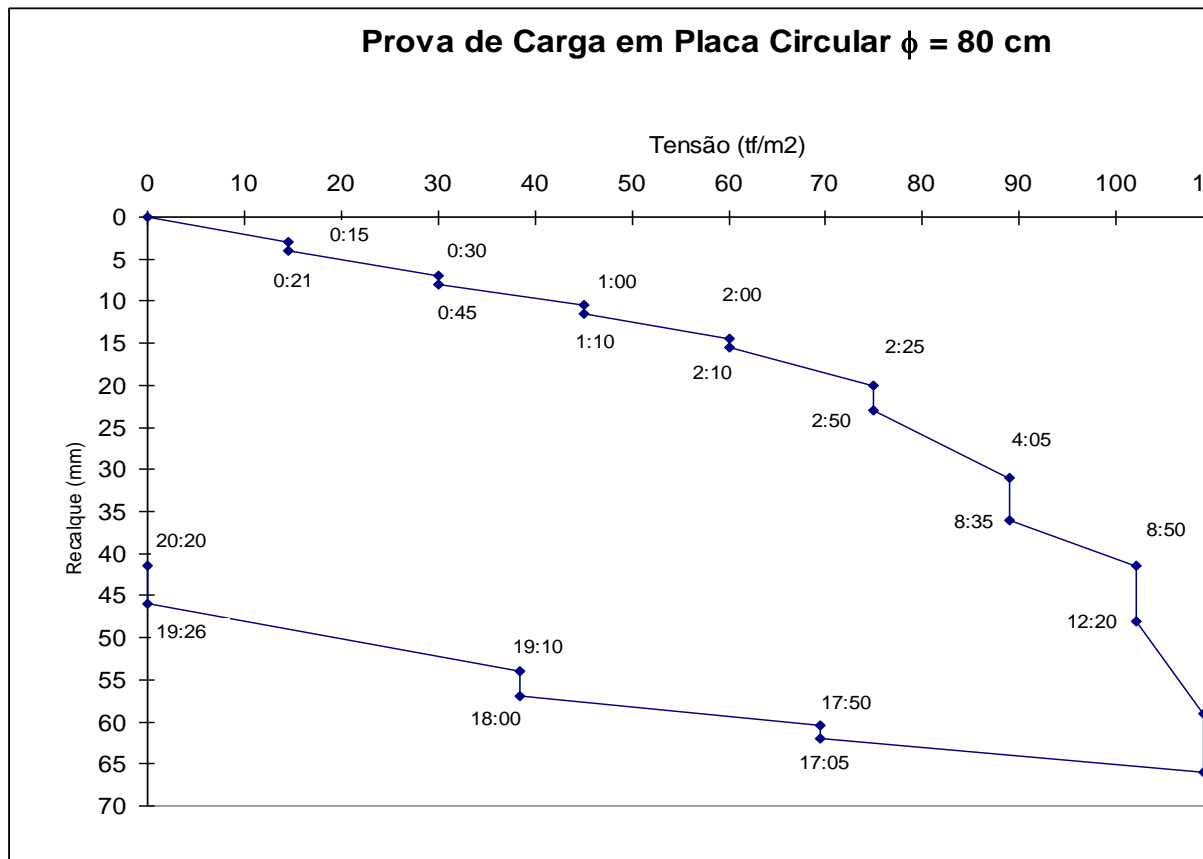

Figura 1. Prova de carga
- 1) A partir da prova de carga da Figura 1, realizada numa camada de argila, sobre uma placa de 0,8 m de diâmetro, estime o recalque de uma sapata de 3 m de lado, que será construída no mesmo local e será carregada com uma tensão uniforme de 400 kN/m2. (admita uma placa circular equivalente)